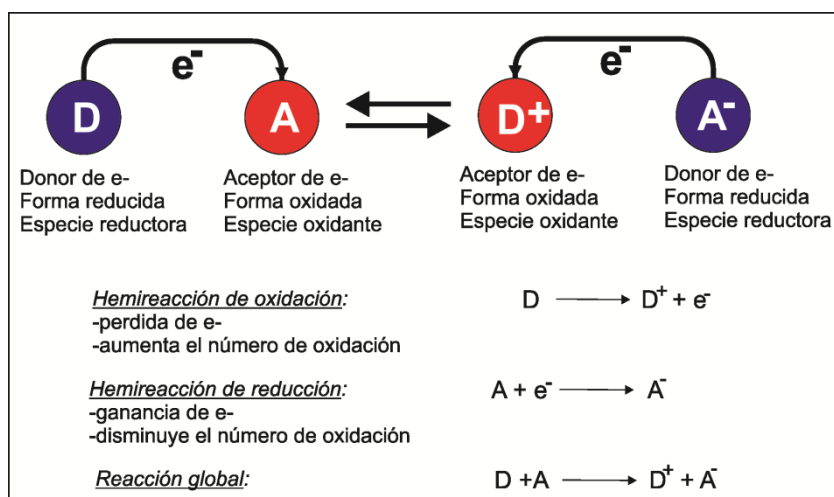

Figura 1. Esquema de una reacción redox.
Habitualmente identificamos a las reacciones químicas como procesos que involucran la ruptura y/o formación de enlaces. Sin embargo, la más elemental y ubicua de las reacciones químicas consiste simplemente en la transferencia de uno o más electrones desde una especie química donora (D) hacia una especie aceptora (A), sin que esto implique necesariamente reordenamientos de enlaces. Se define reducción al proceso de ganancia de electrones, y oxidación al proceso de pérdida de los mismos. En base a estas definiciones, también es posible definir a una especie oxidante o reductora, como se resume en la Figura 1.